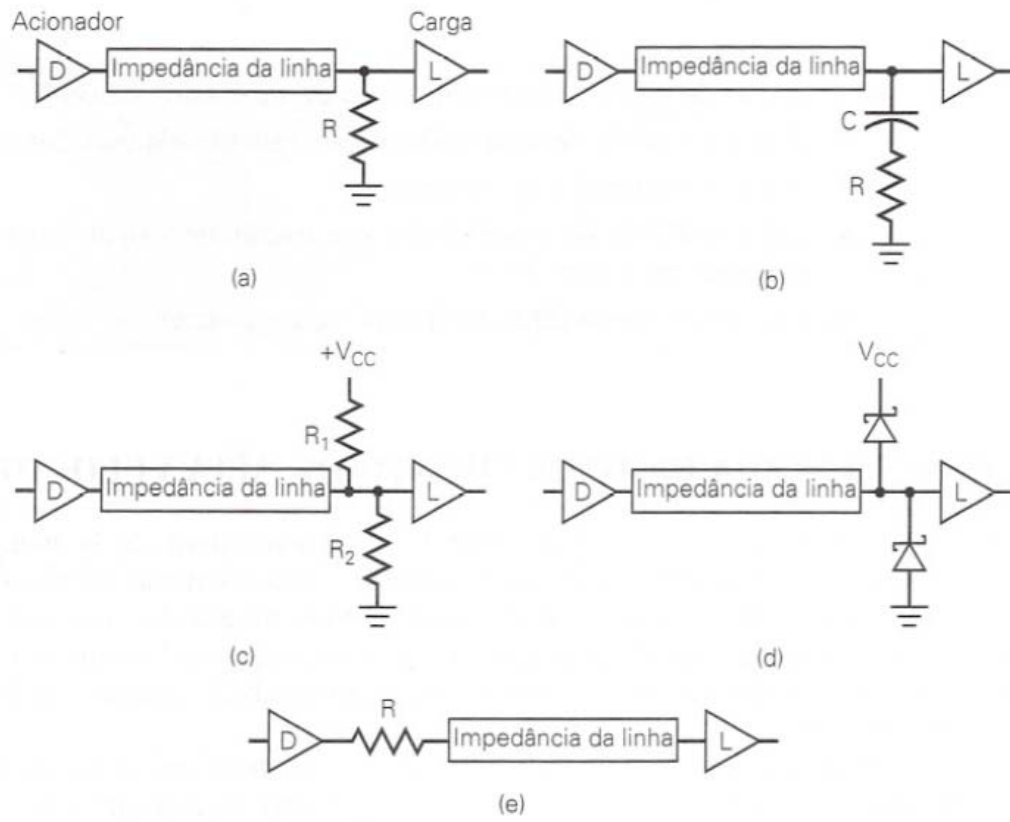

Figura 13. Técnicas de terminação de barramento.
Freqüentemente, uma distância significativa separa fisicamente os dispositivos nesses sistemas. Se essa distância for maior que quatro polegadas (aproximadamente 10,16cm), os fios que formam o barramento entre os dispositivos têm de ser vistos como uma linha de transmissão. Embora a teoria sobre linha de transmissão possa ocupar um livro inteiro, e estar além do objetivo deste livro, a idéia geral é suficientemente simples. Os fios têm indutância, capacitância e resistência, o que significa que para sinais que variam (CA) os fios têm uma característica de impedância que pode afetar um sinal colocado em uma das extremidades e distorcê-lo quando ele alcança a outra extremidade. Em sistemas de altas velocidades, sobre os quais estamos discutindo, os tempos envolvidos diminuem o tamanho dos fios, e os efeitos de ondas refletidas (semelhantes a ecos) e as oscilações se tornam uma preocupação real. Existem diversas formas de combater os problemas associados às linhas de transmissão. Para evitar pulsos de onda refletidos, o final do barramento tem de ter uma terminação com uma resistência que seja igual à impedância da linha (em torno de 50Ω) conforme mostrado na Figura 13(a). Esse método não é prático devido à grande corrente requerida para manter as tensões dos níveis lógicos através de resistências tão baixas. Outra técnica usa um capacitor para bloquear a corrente contínua quando a linha não estiver variando, mas nas bordas de subida e descida dos pulsos, apenas o resistor aparece efetivamente. Esse método é mostrado na Figura 13(b).
Usando um divisor de tensão, conforme mostrado na Figura 13(c), com resistências maiores que a da linha, a impedância ajuda a reduzir as reflexões, porém, com centenas de linhas individuais de barramento, obviamente, isso se torna uma carga de alto consumo para a fonte de alimentação. A terminação com diodos, conforme mostrado na Figura 13(d), simplesmente ceifa os *overshoot/undershoot*¹ das oscilações causadas pelo comportamento reativo da indutância (L) e da capacitância (C) natural da linha. Terminações em série com o dispositivo-fonte, conforme é mostrado na Figura 13(e), diminuem a velocidade de chaveamento, reduzindo a freqüência limite do barramento, porém, melhorando substancialmente a segurança dos sinais no barramento.